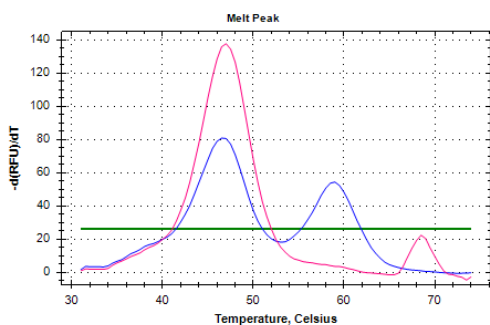

Figura 2a. Grafico per Fattore V H1299R con threshold impostata manualmente per eliminare il rumore di fondo.
- Impostare manualmente la threshold corretta per ogni singolo fattore in modo da eliminare il rumore di fondo e/o eventuali picchi aspecifici (rif. Figura 2a e 2b)